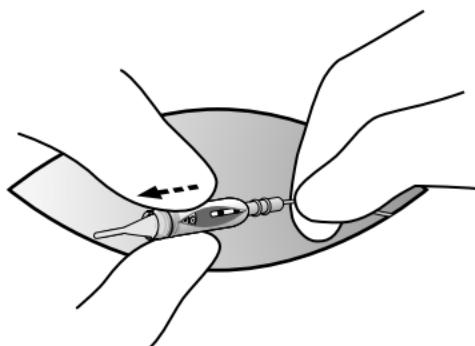

Abbildung 7. Herausziehen der Elektrode aus dem Schraubkonnektorblock
7. Stabilisieren Sie die Elektrode und entfernen Sie diese behutsam aus dem Schraubkonnektorblock (siehe Abbildung 7).